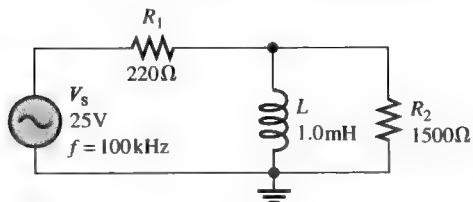

图 12-54
23. 求图 12-54 中各个元件两端的电压。
24. 试问图 12-54 中的电路是倾向于电阻性还是电感性？
25. 求图 12-54 中各个支路的电流和总电流。
29. 求图 12-54 中电路的 P_{true} 、 P_r 、 P_s 和 PF ，画出功率三角形。